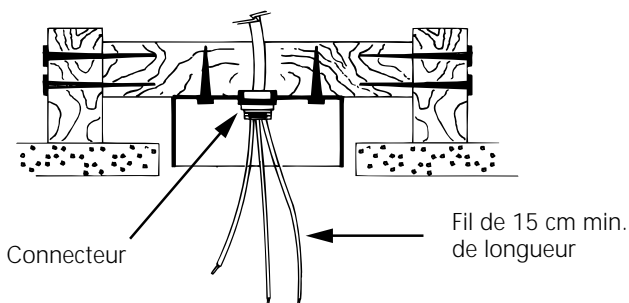

Figure 3 - Câblage de la boîte de raccordement
B. Placez le câble électrique dans la boîte de raccordement et fixez-le avec un connecteur approuvé. Veillez à ce que le câblage soit conforme à tous les codes locaux et nationaux en vigueur. Les fils doivent dépasser la boîte de raccordement d'au moins 15 cm pour que les connexions puissent se faire facilement. Voir figure 3.